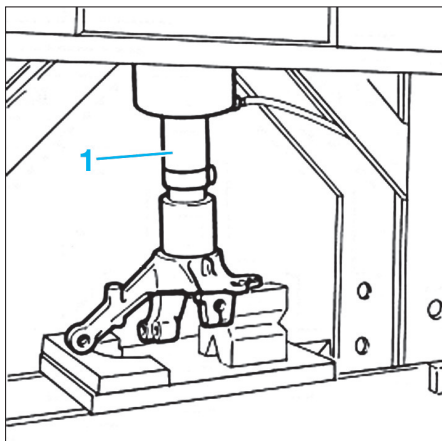

FIG. 15
- À l'aide d'une presse (1) et d'une entretoise de diamètre correspondant, déposer le roulement du pivot (Fig.15).